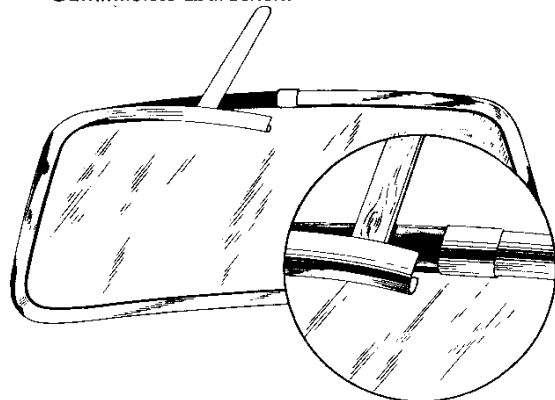

Abb. 41 Ausbau der Zierleiste für die Frontscheibe (früh. Ausf.)
3. Die Zierleiste wird ausgebaut, indem man mit einem angefeuchtetem Holzspachtel den Falz der Gummileiste von der Zierleiste abdrückt und die Zierleiste mit einem anderen Spachtel in der Mitte löst (Abb. 41). Leiste vorsichtig aufbiegen und mit dem zweiten Spachtel nachfassend die Gummileiste abdrücken.